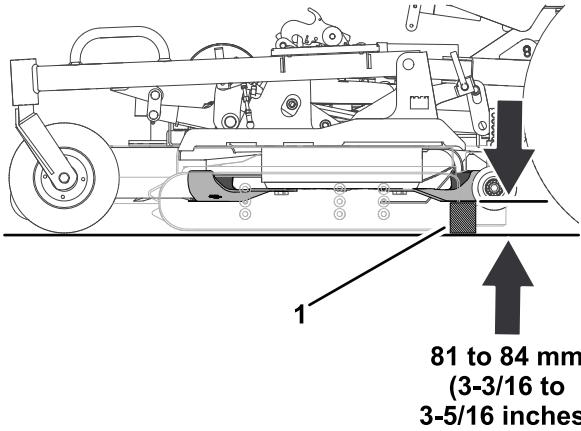

Figure 127
5. Mesurez la distance entre le sol et l'extrémité arrière du tranchant de la lame avec une cale étalon (Figure 127).